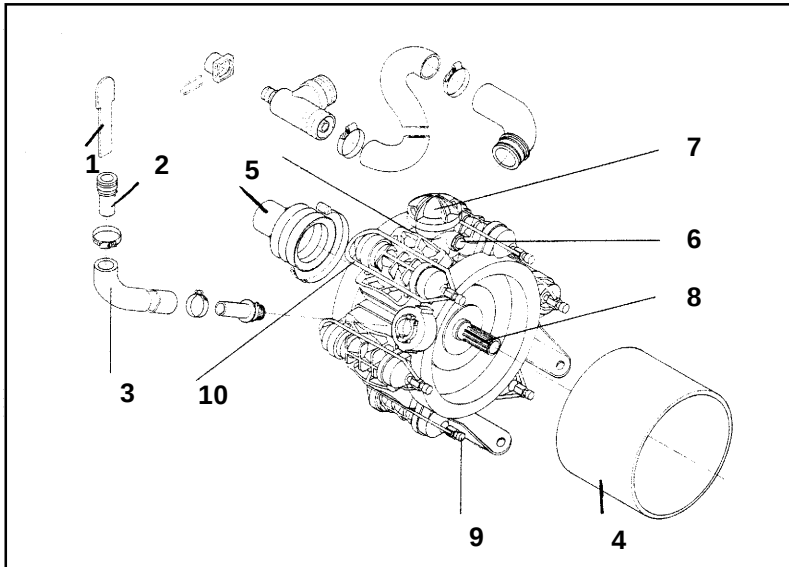
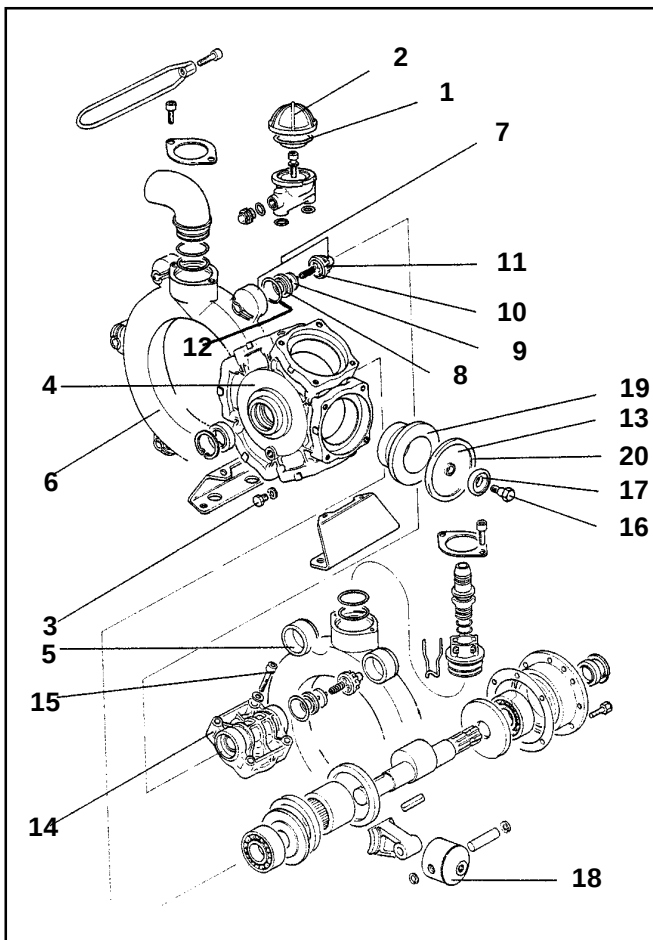

Fig. 9.1
Fig. 9.2
- Appliquez les conduits de refoulement (fig. 9.2/6) et d'aspiration (fig. 9.2/5) sur leur emplacement et fixez-les avec les étriers.
- Serrez les vis (fig. 9.1/9 et 9.3/5) en étoile avec un couple de serrage de **11 Nm et de 18 Nm** (BP 250).
Ces phénomènes sont des symptômes indubitables d'une pompe à piston-membrane défectueuse. Dans un tel cas remplacez systématiquement les 6 membranes (fig. 9.2/13 et 9. 3/14).
- Desserrez les vis (fig. 9.1/9).
- Retirez les étriers (fig. 9.1/10) ainsi que les conduits d'aspiration et de refoulement (fig. 9.2/5, 9.2/6 et 9. 3/6, 9. 3/7) et aussi les jeux de clapets (fig. 9.2/7 et 9. 3/8). Attention ! Repérez bien les emplacements des clapets correspondants aux circuits de refoulement et d'aspiration !
- Après avoir retiré les vis (fig. 9.2/15), retirez la culasse (fig. 9.2/14).
- Vérifiez l'état des membranes des pistons (fig. 9.2/13).